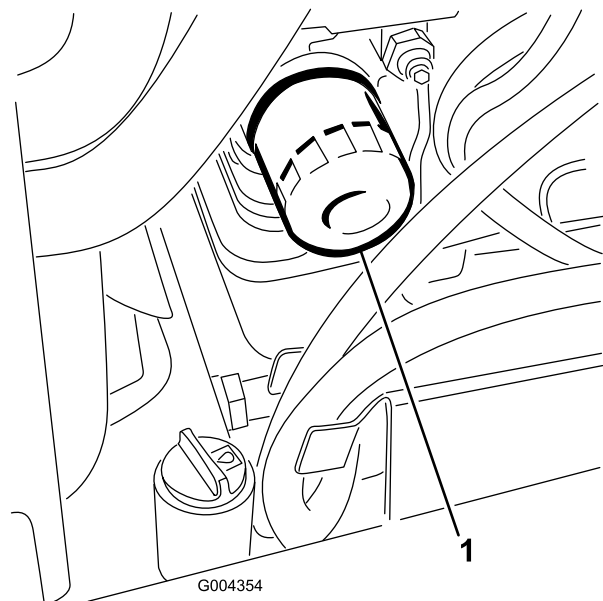

Figura 36
3. Togliere il filtro usato (Figura 36) e pulire la superficie della guarnizione dell'adattatore del filtro.